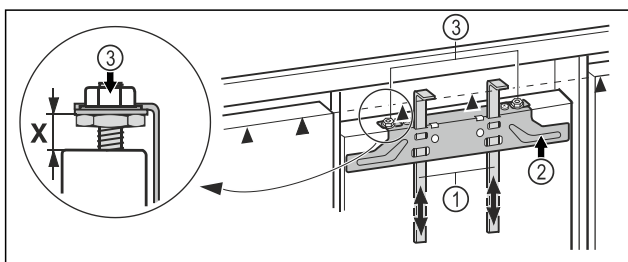

Fig. 14
- Montážní pomůcky Fig. 14 (1) vysuňte nahoru do výšky nábytkových dvířek. Spodní dorazová hrana ▲ montážní pomůcky = horní hrana montovaných nábytkových dvířek.
- Upevňovací příčník Fig. 14 (2) vyšroubujte přes pojistné matice Fig. 14 (3).